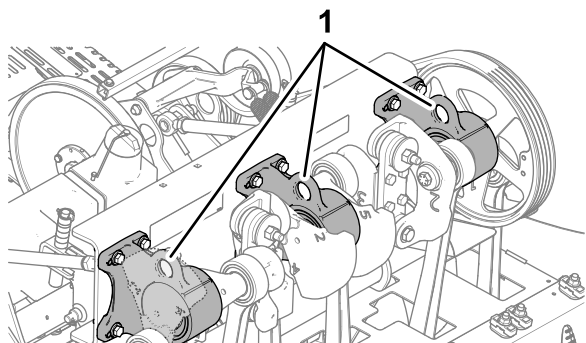

Figure 129
**Remarque:** Si possible, utilisez un pont élévateur pour soulever l'arrière de la machine. Utilisez les œillets des logements de roulements de la tête d'aération comme points de levage (Figure 129).